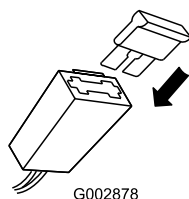

Figure 8
2. Placez le fusible (pris dans le sachet de pièces détachées) dans le porte-fusible (Figure 8).